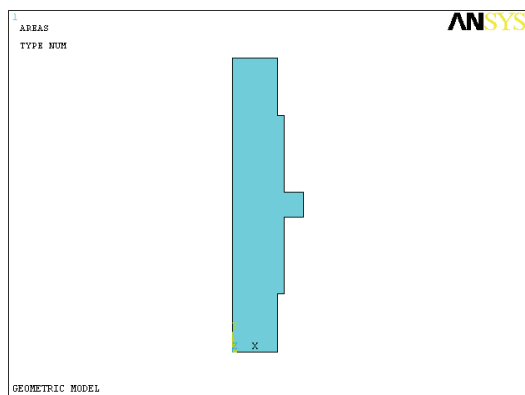

图 3-43 生成的几何模型结果显示
6) 选择 Utility Menu | Plot | Areas 命令，ANSYS 显示窗口将显示如图 3-43 所示的几何模型。